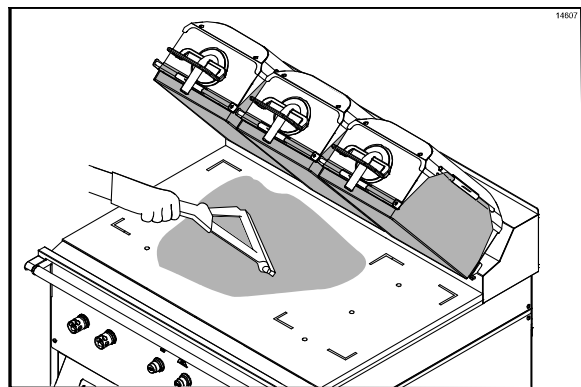

Figure 15
6. Avec un rouleau à essorer propre, répandre les flocons sur la zone de cuisson (Cf. Figure 15).